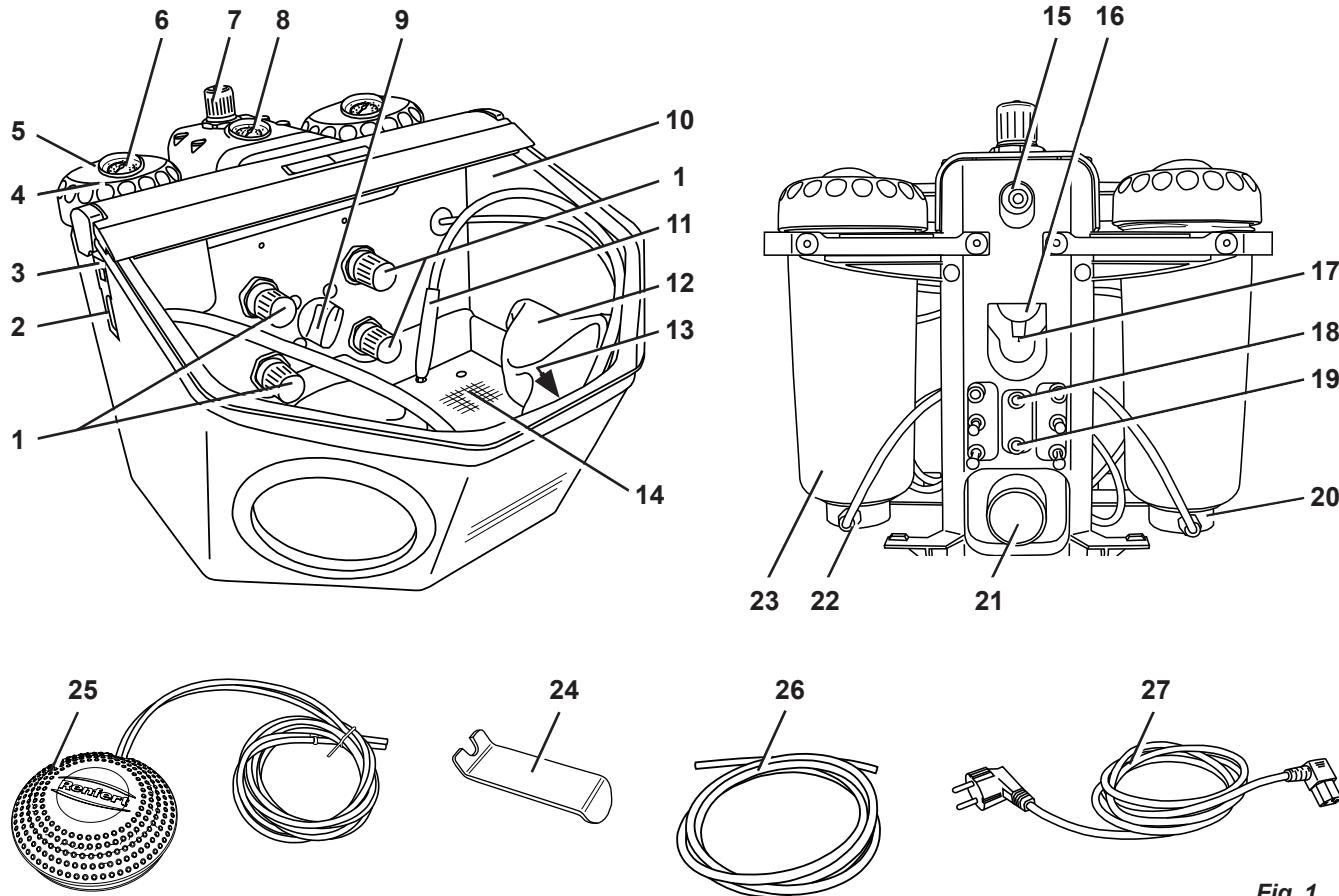

Fig. 1
- ⇒ Introducir la manguera de aire a presión (26) en la conexión (15). Para ello hay que salvar una ligera resistencia.
- ⇒ Comprobar si la presión de conexión se encuentra dentro del rango requerido (véase Datos técnicos). La indicación se realiza a través del manómetro (8, Fig. 1).